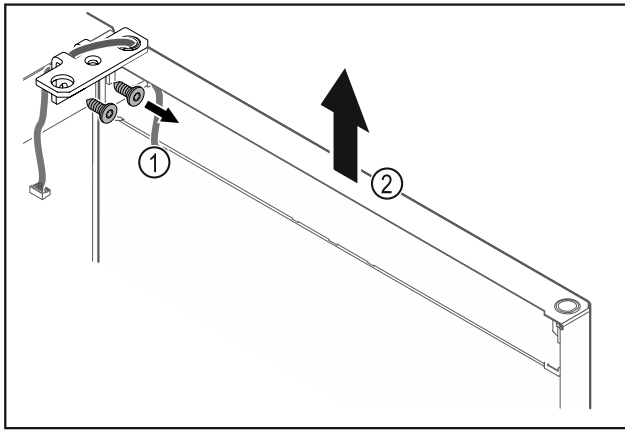

Fig. 26
- ▶ Desatornillar la escuadra de bisagra Fig. 26 (1).
- ▶ Levantar la puerta junto con la escuadra de bisagra Fig. 26 (2) aproximadamente 200 mm recta hacia arriba y retirar.